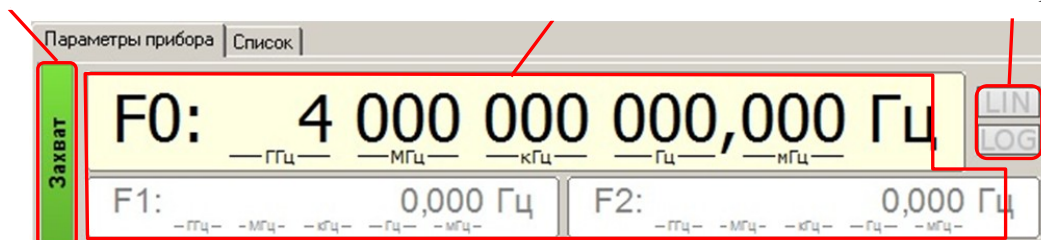

Рисунок 6.17 – Параметры частоты
В параметрах частоты (рисунок 6.17) отображается:
1) в режиме «*Фиксированная частота и мощность*» и «*Сканирование по мощности*» отображается  $F_0$  – значение текущей частоты, поля  $F_1$  и  $F_2$  затенены (рисунок 6.17);
в) режим сканирования – отображает закон изменения частоты линейный **LIN** или логарифмический **LOG**. В режиме «Фиксированная частота и мощность» оба индикатора затенены (рисунок 6.17).